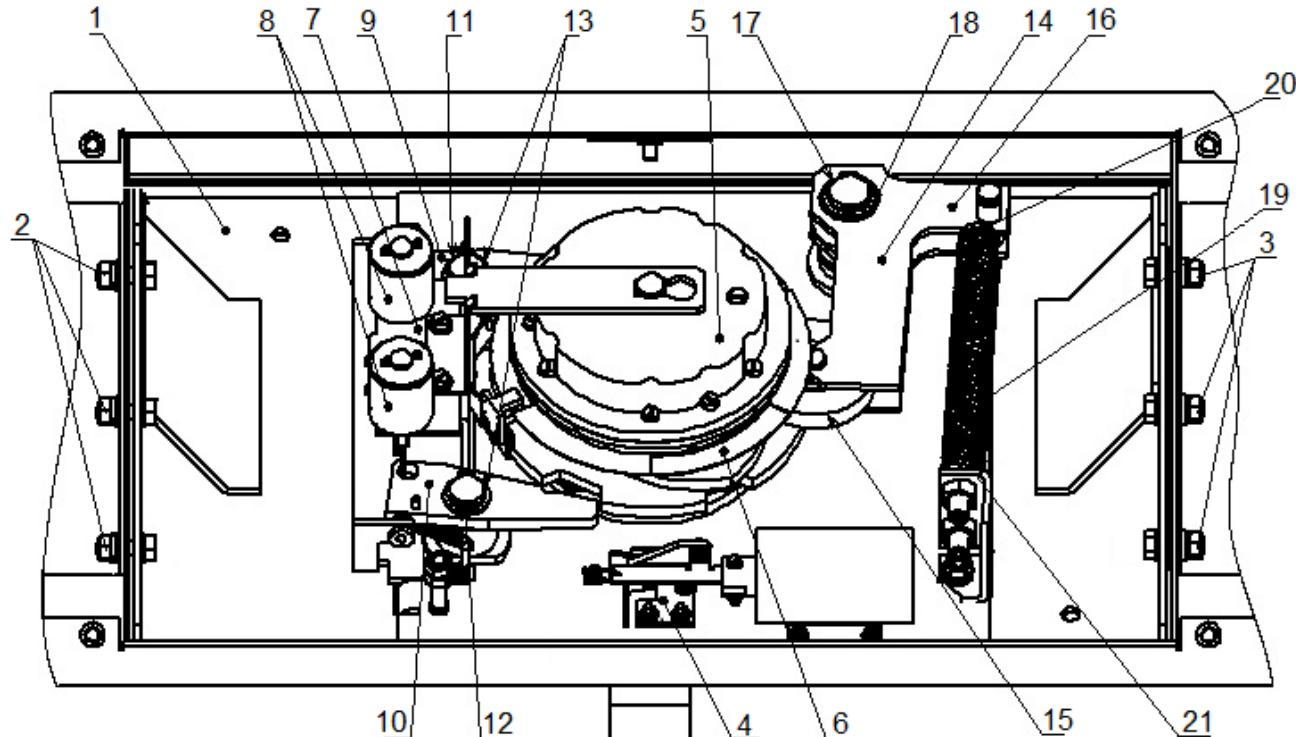

Рисунок 24. Узел вращения преграждающих планок турникета.
- Снимите основную крышку (2) турникета в порядке, указанном в разд. 6, и положите ее на ровную устойчивую поверхность.
- Осмотрите узел вращения преграждающих планок турникета (см. рис. 24): устройство доворота (толкателем, пружины и ролик), оптические датчики поворота преграждающих планок и демпфирующее устройство.
- Удалите чистой ветошью, смоченной спирто-бензиновой смесью, возможное загрязнение с поверхности кольца контрольного (6, рис. 24), находящегося в зазоре оптических датчиков поворота преграждающих планок.
- смазкой **Chain and Rope Lube Spray - WEICON** оси вращения рычага толкателя (17, рис. 24) ролика (15, рис. 24) и стопоров (11, 12, рис. 24);
- смазкой **Chain and Rope Lube Spray - WEICON** детали механизма аварийного открытия прохода (4, рис. 24);
- смазкой **ШРУС-4** точки крепления пружин доворота (20, 21, рис. 24).
- Проверьте крепление преграждающих планок (5) в шарнирных узлах турникета и, при необходимости, подтяните крепежные винты.
15. Установите на место основную крышку (2) в порядке, обратном снятию, и зафиксируйте ее ключом.